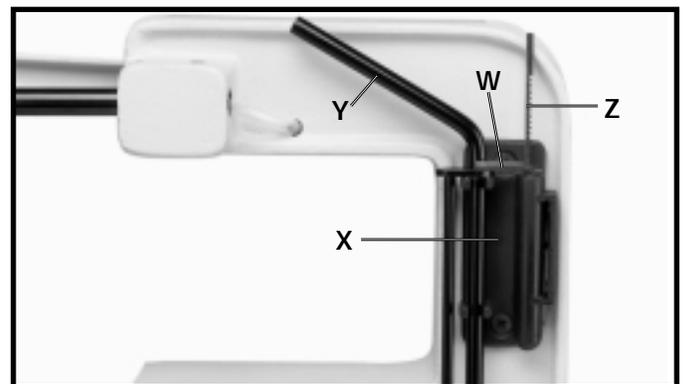

Fig. 15
13. Le porte-outil (X) fig. 15, sert à ranger la clé de changement rapide de lame (Y), (pour enlever la lame du porte-lame inférieur), la clé hex. de 4 mm (W) et des lames (Z) supplémentaires.